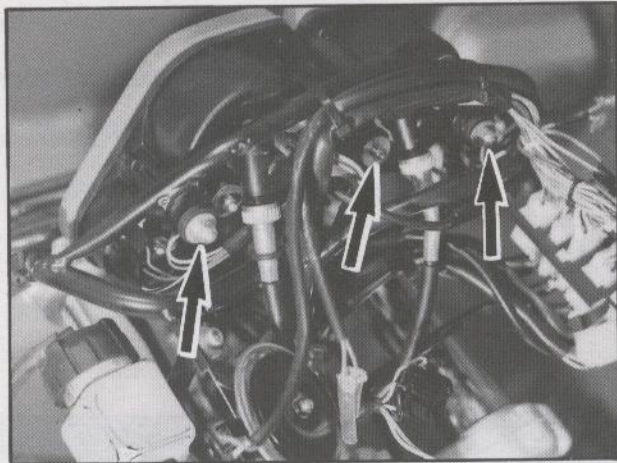

Fig. 7
- Svitare e togliere i tre dadi che fissano il cruscotto al supporto (Fig. 7).
- Unscrew and remove the three nuts that anchor the dashboard to the support (Fig. 7).